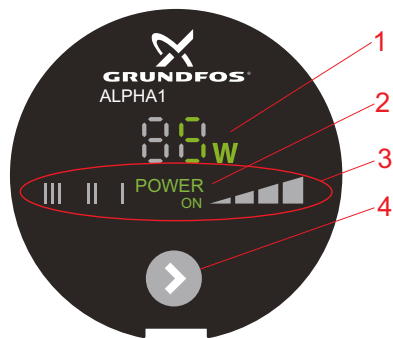

Fig. 11 Panel de control de la bomba GRUNDFOS ALPHA1
La pantalla (fig. 11, pos. 1) se enciende al conectar el suministro eléctrico.
El campo luminoso "POWER ON" (fig. 11, pos. 2) se ilumina al conectar el suministro eléctrico.
La bomba posee siete ajustes opcionales que se pueden seleccionar empleando el pulsador. Consulte la fig. 11, pos. 4.
Cada vez que se presiona el pulsador (fig. 11, pos. 4), cambia la configuración de la bomba.